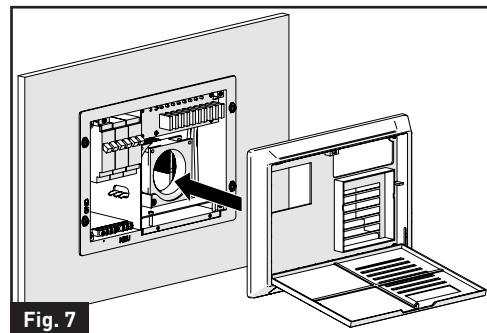
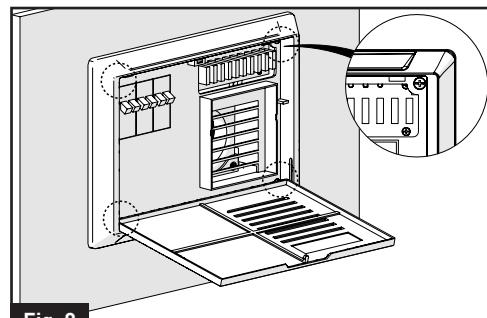

Fig. 7
Fig. 8
8. Replacez le boîtier dans le centre d'alimentation et serrez les vis aux quatre coins. (Fig. 7 et Fig. 8)